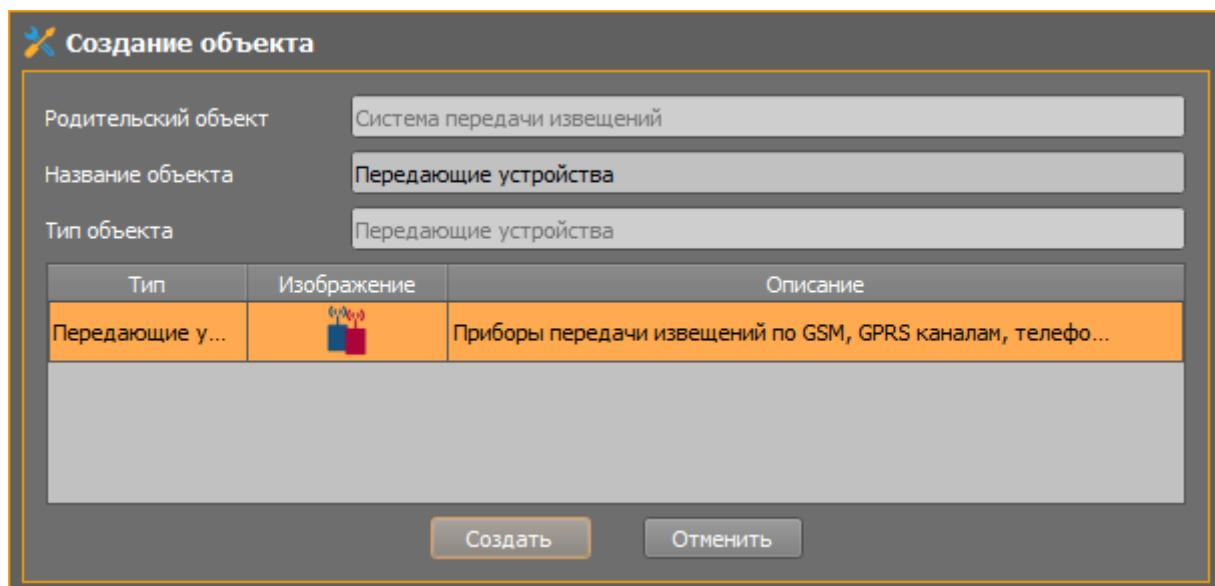

Рисунок 2-14. Добавление передающих устройств к системе передачи извещений
1. В созданном по умолчанию логическом элементе «Система передачи извещений» через контекстное меню создайте элемент: «Передающие устройства» (ПОО) (Рисунок 2-14).